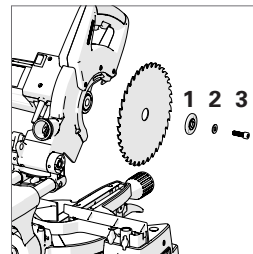

Fig. 20
Monteer de buitenste flens (1) (platte zijde naar machine), ring (2) en de opspanschroef (3). (Fig. 20)